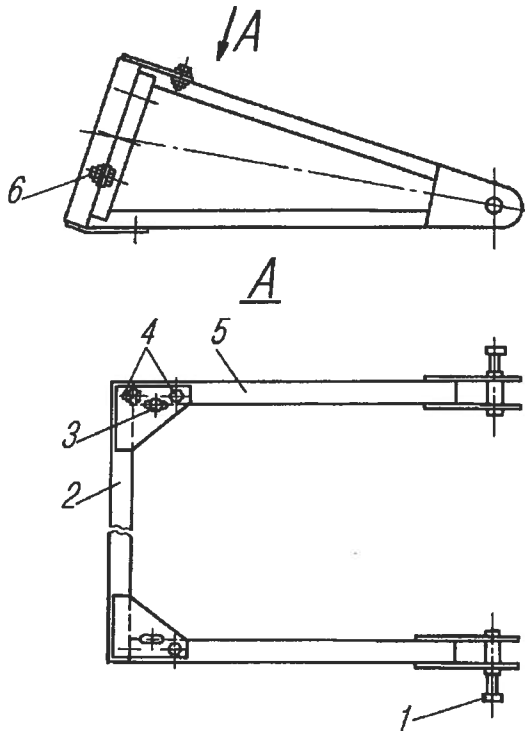
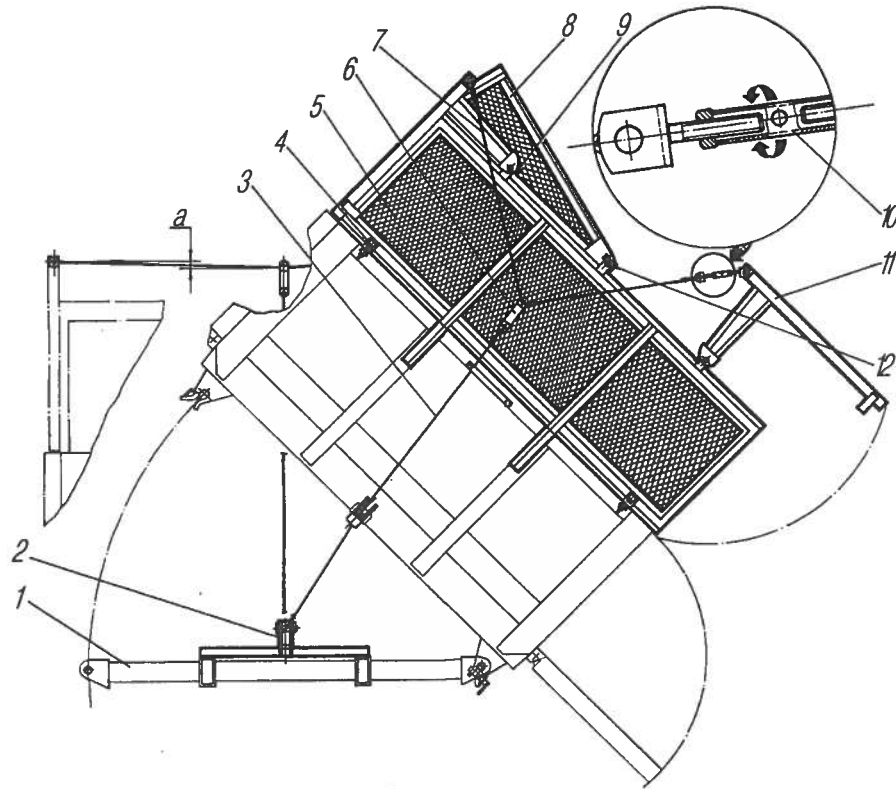

Рис. 102. Козырек:
Рис. 103. Борты надставные:
Для увеличения объема платформы при перевозке легковесных грузов платформа укомплектована козырьком (рис. 102) и съемным комплектом надставных бортов (рис. 103).
**Надставные борта** металлические, каркасного типа. Панели боковых бортов из просечной сетки. Механизм открывания надставных бортов тросовый, срабатывает автоматически при опрокидывании платформы. Установка привода откидывания бортов и регулировка показаны на рис. 102. Закрываются надставные борта под действием собственной массы.